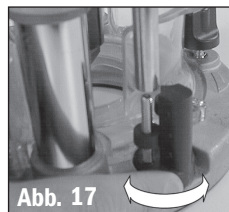

Abb. 17
5. Drehen Sie den Zylinder erneut, bis die Schraube des entsprechenden Rändelrings auf den Anschlag ausgerichtet ist. **Abb. 17**. Drücken Sie das Gerät nach unten, bis der hohle Anschlag über die Schraube fährt und auf dem Rändelring aufliegt. Den Einstich-Wählschalter (g) einrasten.